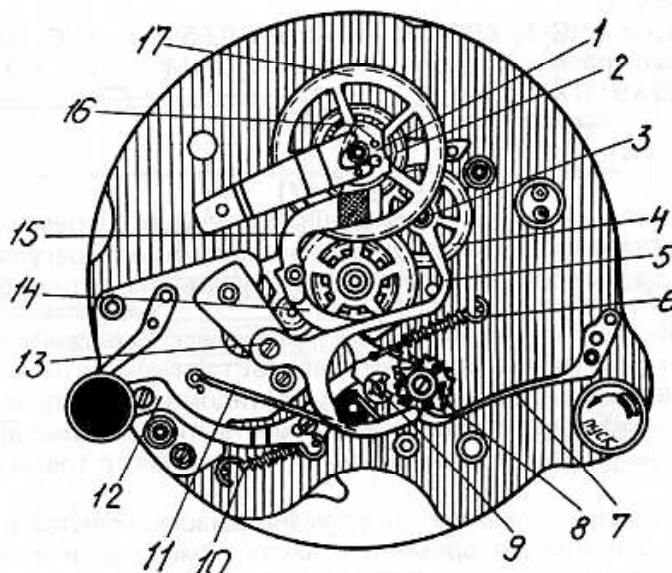

Рис. 6. Часы АЧС-1, АЧС-1М, АЧС-1МН. Схема механизма времени полета:
Примечание. Изменение цвета сигнала происходит от перемещения сигнального мостика, закрепленного на молотке (рис. 6).
При нажатии левой головки пусковой рычаг (12) (см. рис. 6) поворачивает колонное колесо (8) на один зуб. В этом положении колонное колесо задерживается фиксирующей пружиной (7). Пусковой рычаг (12) возвращается в исходное положение пружиной (10). При повороте колонного колеса рычаг (5) соскакивает с колонки колонного колеса и под действием пружины (11) падает во впадину. Вращаясь на винте (13), рычаг вводит колесо (4) и триб (3) в зацепление с минутным (2) и часовым (17) колесами. Механизм времени полета начинает работать. Одновременно при повороте колонного колеса колонка, нажимая на выступ молотка (14), поднимает его из впадины (первый подъем молотка) и отводит его от кулачка (16) и кулачка (сердечка) (1). Освобожденные минутное и часовое колеса, введенные в зацепление рычагом, начинают вращаться.